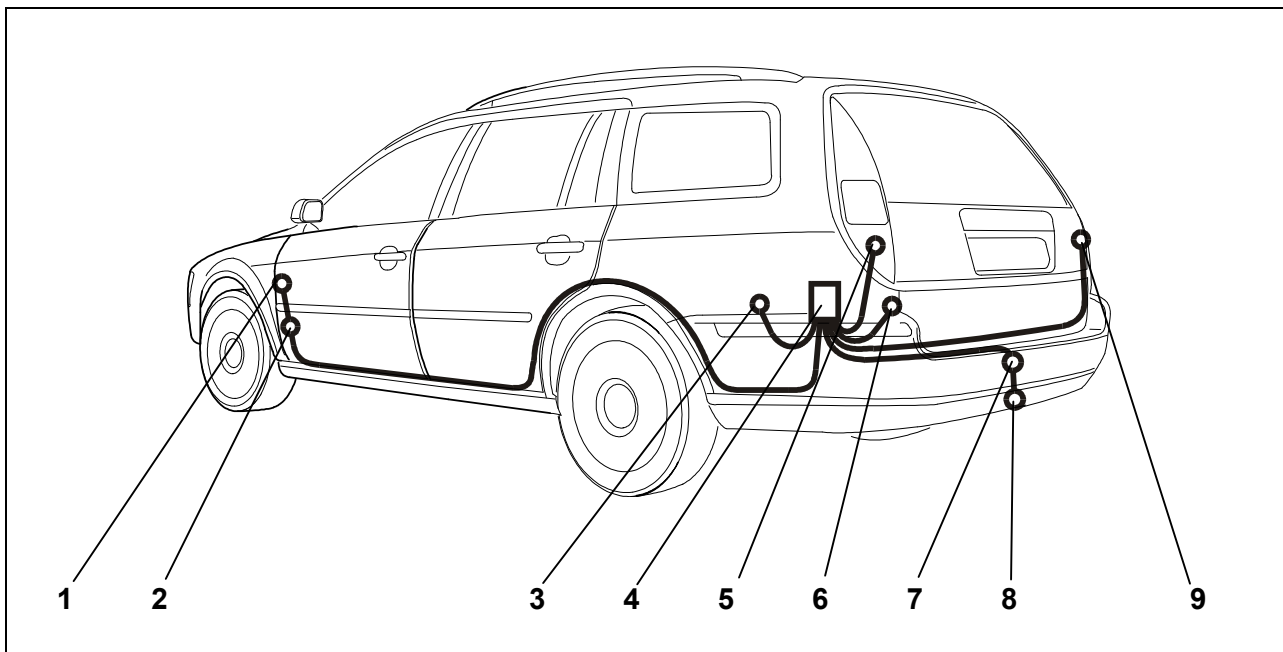

Fig. 1 : Aperçu du montage
4. Percer un trou de 19 mm de diamètre à l'endroit adéquat pour le passe-câble (Fig. 1/7) :
6. Faire passer l'extrémité du fil via le conduit sur le côté du véhicule (Fig. 1/7), en partant du coffre à bagages vers l'extérieur, jusqu'à la tôle de retenue de la prise (Fig. 1/8).
7. Insérer le passe-fil en caoutchouc dans le passage du câble (Fig. 1/7).
9. Connecter le conducteur de fils dans le bâti de la prise (Fig. 1/8) comme indiqué au paragraphe *Affectation de la prise de courant* et faire glisser vers le bas le joint en caoutchouc sur la prise.